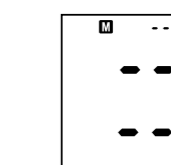

Рис. 8
1. Вы можете просмотреть результаты проведенных измерений, нажав кнопку «М». Если в памяти нет сохраненных значений, на дисплее появятся черточки, см. Рис. 8.